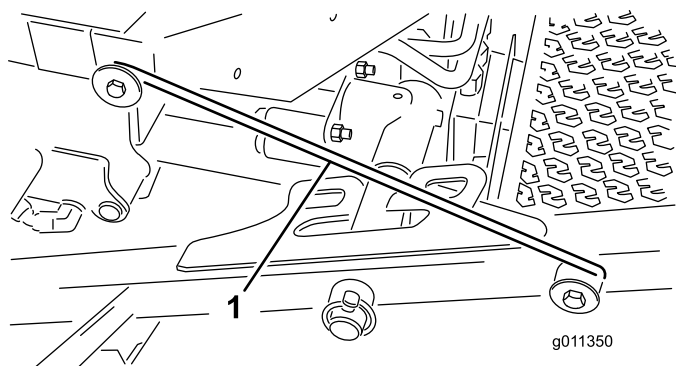

Bild 7
4. Lösen Sie die Riegelstange aus der Halterung am vorderen Trägerrahmen (Bild 7).
5. Heben Sie die Außenseite der Frontmähwerke an und positionieren den Riegel über den an der Vorderseite der Fahrerplattform befestigten Rahmenstift (Bild 7).